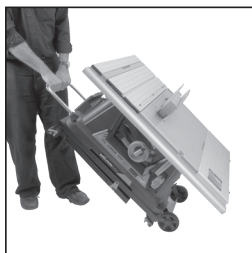

Fig. 10
6. Til de hendel op en laat de integrale transportwielen van de machine de grond raken. **(Fig.10)**